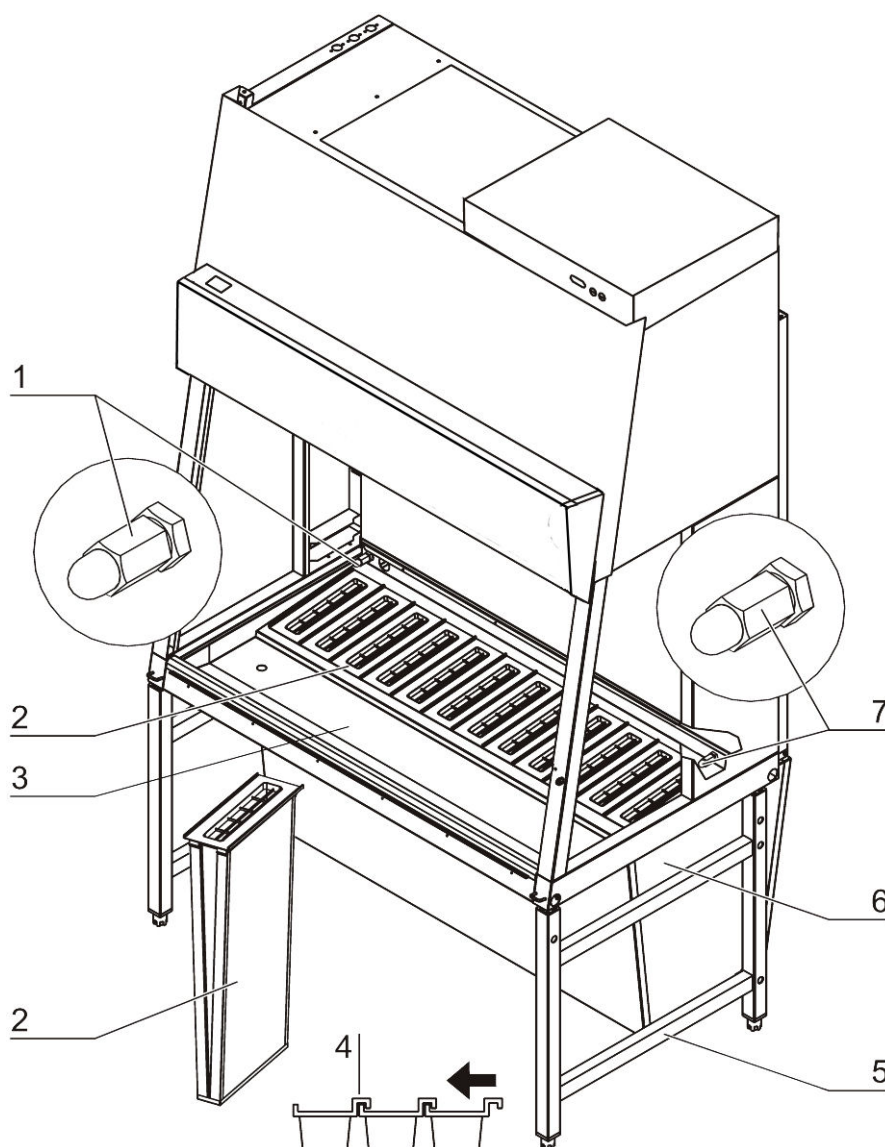

Fig. 3b
- **Fig. 3b:** Bastidor [5] con carcasa de prefiltrado integrada [6].